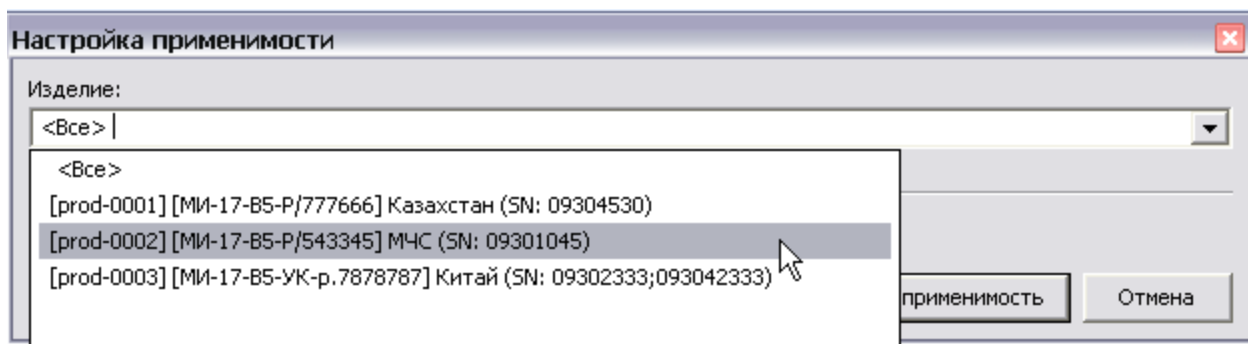

Рис. 22.117
2. Из раскрывающегося списка поля **Изделие** выберите экземпляр изделия «[МИ-17-В5-Р/543345] МЧС (SN: 09301045)» (Рис. 22.117).